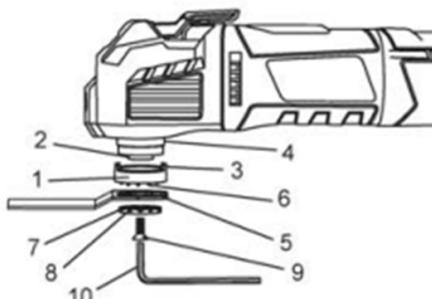

Fig. 5 – Instrucción para el cambio de accesorio cerrados
- a. Coloque la arandela accesoria interna (1) en el eje (2) (Fig. 5).